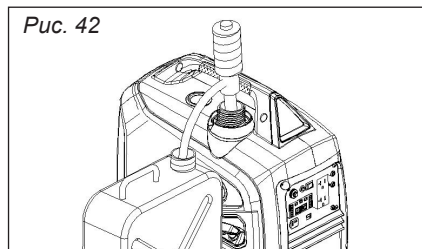

Рис. 42
3. Слейте топливо из топливного бака в емкость для хранения ГСМ с помощью ручного сифона (в комплект поставки не входит) (рис. 42).